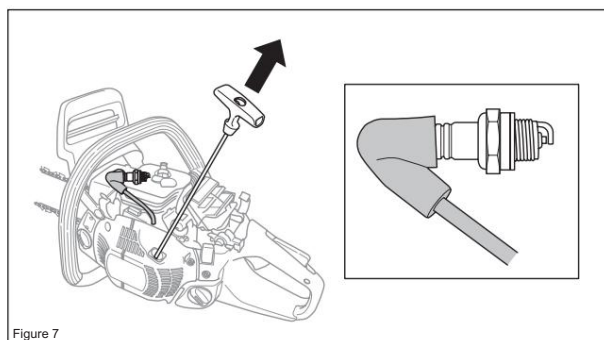

Figure 7
- Si la bougie de test produit une étincelle, le module d'allumage est OK. (voir figure 7)